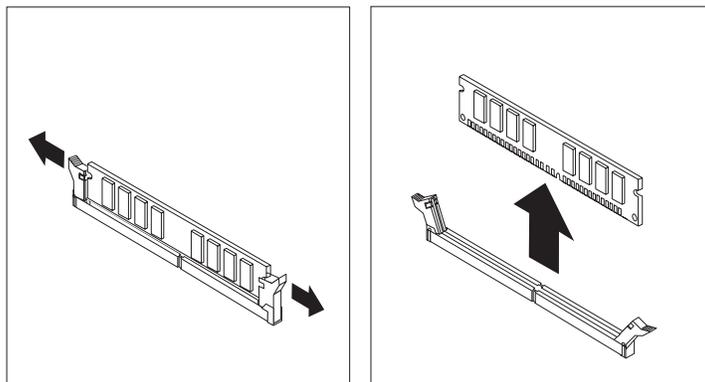

図 25. メモリー・モジュールの取り外し
3. 固定クリップを開いて、交換するメモリー・モジュールを取り外します。 図 25 を参照してください。